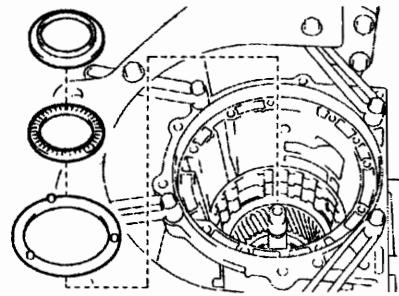
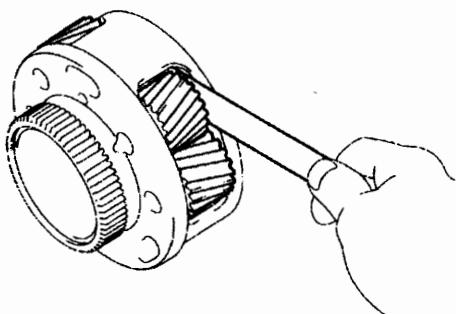

图 12-1-31
图 12-1-32
②如图 12-1-31 所示, 从前行星齿轮总成上拆下止推滚针轴承、3 号止推轴承座圈和 2 号行星轮架止推垫圈。
- (40) 检查前行星齿轮总成。
①如图 12-1-32 所示, 用塞尺测量前行星机构行星齿轮止推间隙, 标准间隙为 0.20~0.60mm, 最大间隙为 0.65mm。若间隙大于最大值, 则应更换前行星齿轮总成。